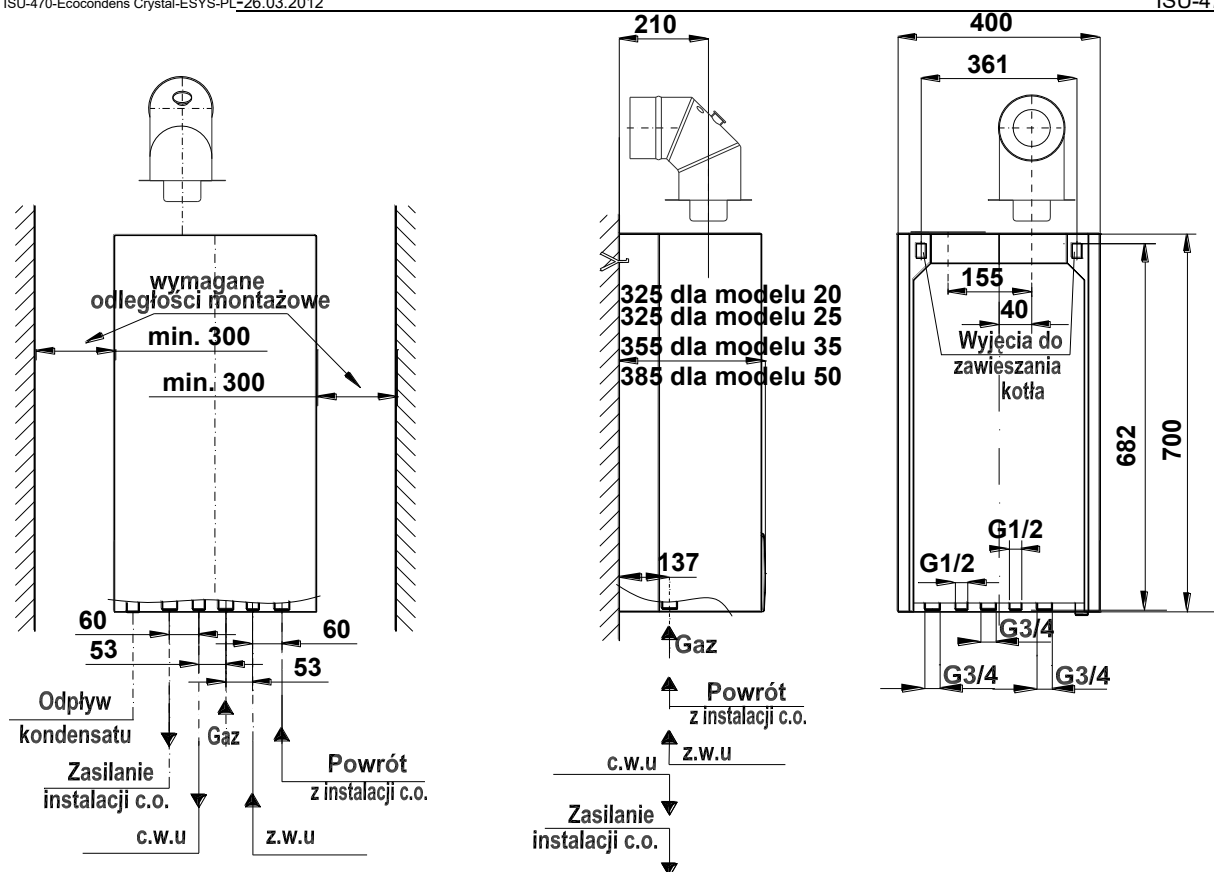

图3.3.1双功能ECOCONDENS CRYSTAL锅炉的安装尺寸
- 将电源连接器和集中供暖系统回水连接器连接到该系统上，连接器所在位置，请见图3.3.1和3.3.2；